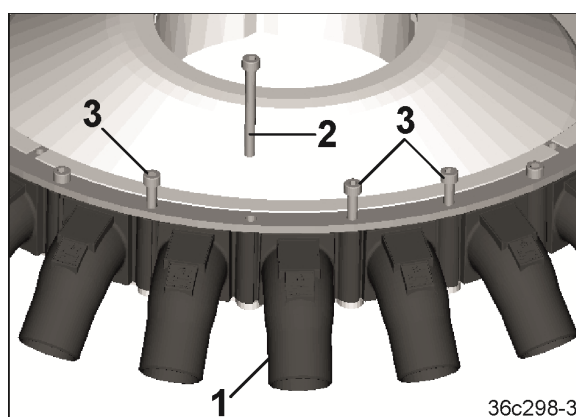

Рис. 218
2. Открутить винт с внутренним шестигранником (Рис. 218/2) заменяемого сегмента (Рис. 218/1).
3. Ослабить соседние винты с накатной головкой (Рис. 218/3), но не откручивать их полностью.